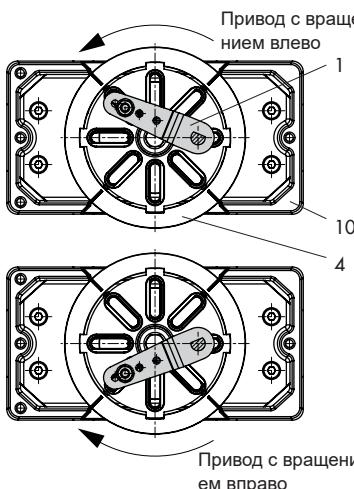

Рис. 10: Направление вращения
1. Установите корпус (10) на поворотном приводе. При монтаже VDI/VDE используйте промежуточные детали (11), если требуется.
2. **У поворотных приводов SAMSON Тип 3278 и VETEC S160** прикрутите адаптер (5) к свободному концу вала поворотного привода. Для привода VETEC R используйте адаптер (5.1).
**Для Тип 3278, VETEC S160 и VETEC R** установите адаптер (3). Для исполнения VDI/VDE устанавливайте адаптер только в том случае, если этого требует размер привода.
4. Установите соединительную муфту (4) на шлицевой вал привода или на адаптер (3) и затяните с помощью винта (4.1) с дисковой пружиной (4.2).
5. На рычаге M (1) позиционера выверните стандартный следящий штифт (2). Закрутите штифт следящего механизма ( $\varnothing 5$  мм) из монтажного комплекта в положение  $90^\circ$ .
6. При необходимости установите кронштейн манометра (7) с манометрами или при необходимой соединительной резьбе G  $1\frac{1}{4}$  установите соединительную плату (6), соблюдая правильное положение обоих уплотнительных колец (6.1). Для беспружинных поворотных приводов двойного действия при монтаже на приводе необходим реверсивный усилиитель, см. раздел 5.8.
8. Установите позиционер на корпус (10) и закрепите болтами. При этом выровняйте рычаг (1) таким образом, чтобы его следящий штифт с учётом направления вращения привода входил в зацепление с соответствующим шлицем кулачковой муфты (Рис. 10).